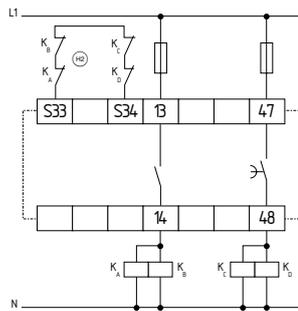

Fig. 19
**Controllo a due canali con circuito di ripristino (vedere Fig. 19)**